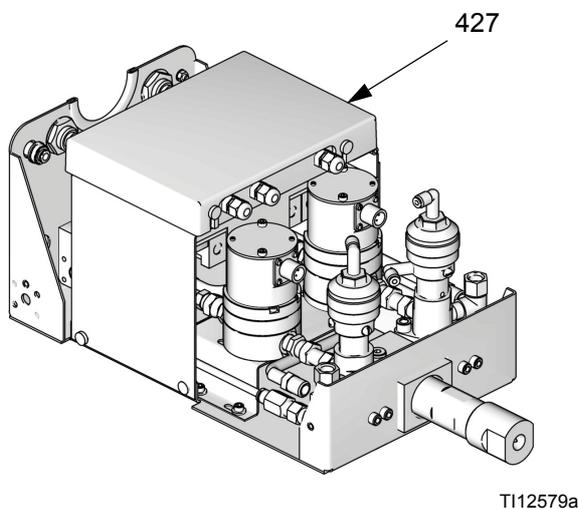

FIG. 27 Rimuovere il coperchio della scheda di controllo
2. Rimuovere il coperchio (427) della scheda di controllo. FIG. 27.